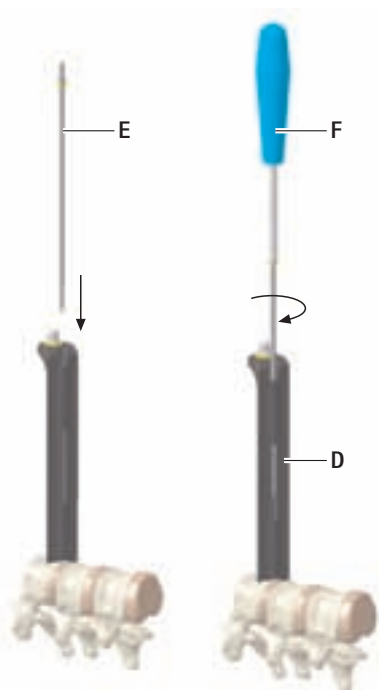

Fig. 1
- För in fixeringsskruven **E** i bladet **D** och skruva fast, se Fig. 1.